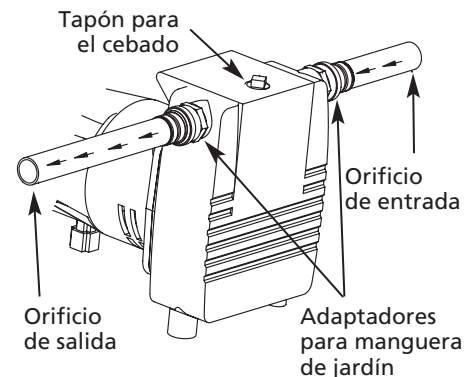

Figura 2
6. La Figura 2 muestra una instalación típica. Se incluyen adaptadores roscados para la conexión de una manguera de jardín; no obstante, cuando use una manguera flexible como conducto de aspiración, **use sólo una manguera reforzada para evitar que se destroce durante la operación.** Se recomienda usar tubería rígida para el conducto de aspiración. En ningún caso debe la bomba estar separada más de 4.57 m (15 pies) de la fuente de entrada. Instale una válvula de pie si la altura de impulsión o el conducto de aspiración es mayor de 3 m (10 pies). Se recomienda enfáticamente usar un filtro de vacío (incluido junto con la bomba) para evitar que se obstruya la bomba, especialmente en tareas durante las cuales la bomba pueda aspirar objetos extraños como, p. ej., en riachuelos, estanques o lagos.